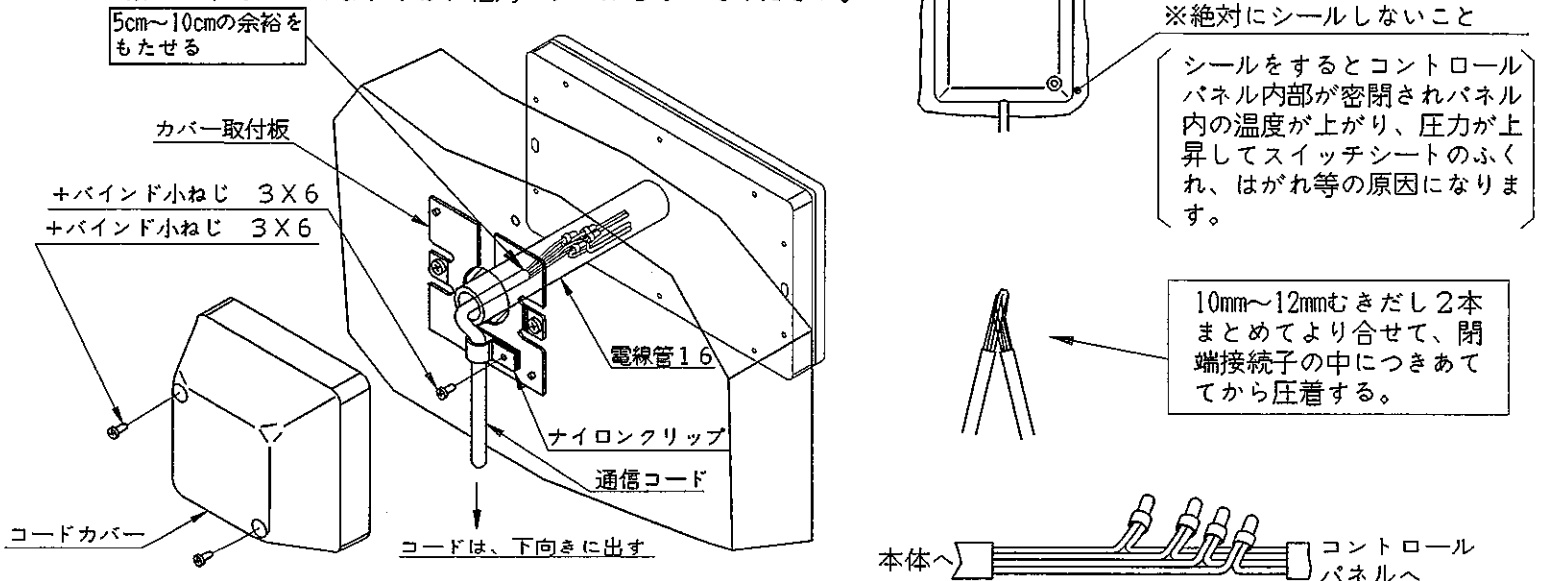

図4-4 コントロールパネル取り付け4
- ⑨ コントロールパネル側と通信コードの被覆をむいて、色を合わせて閉端接続子で圧着する。閉端接続子で圧着した所を電線管16の中に押し込み、通信コードをナイロンクリップでカバー取付板に固定する。(図4-4参照)